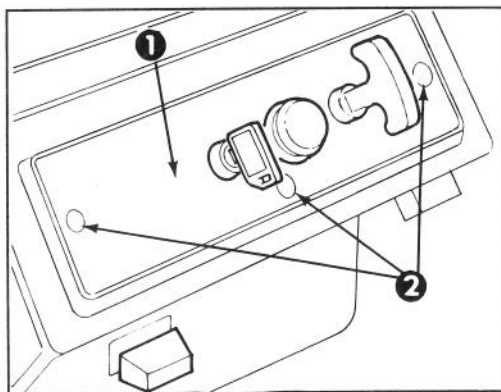

Fig. 15
SOSTITUZIONE DELLA CANDELA — (Fig. 15, 16 e 17)
1. RIMUOVETE IL QUADRO DI COMANDO (Fig. 15) — Togliete le 3 viti che fissano il quadro di comando alle stegole. Togliete la chiavetta d'accensione e sfilate il quadro di comando, lasciando che penda appeso alla cordicella di avviamento.